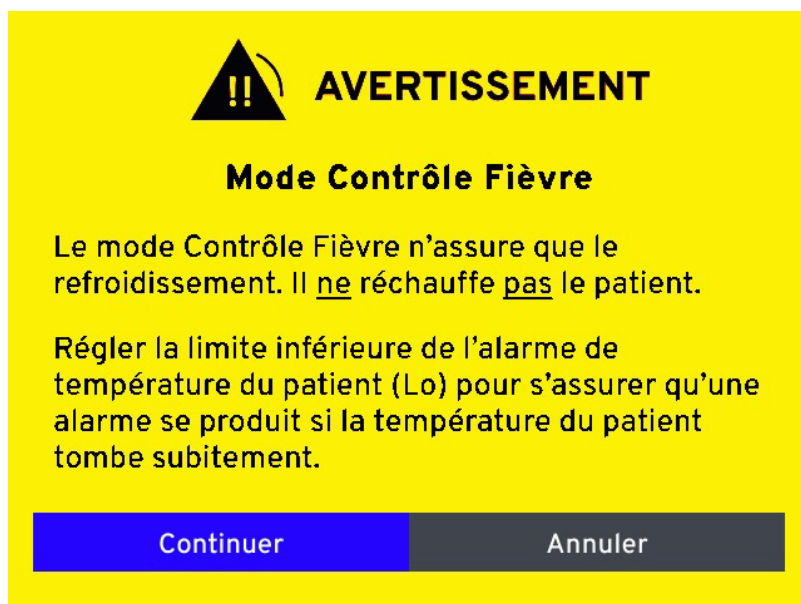

Figure 4.8. Message de confirmation du mode Contrôle fièvre
4. Si la console est en mode Contrôle Fièvre, l'utilisateur devra confirmer sa sélection et un message rappellera que le mode Contrôle fièvre permet uniquement le refroidissement et non le réchauffement (Figure 4.8).